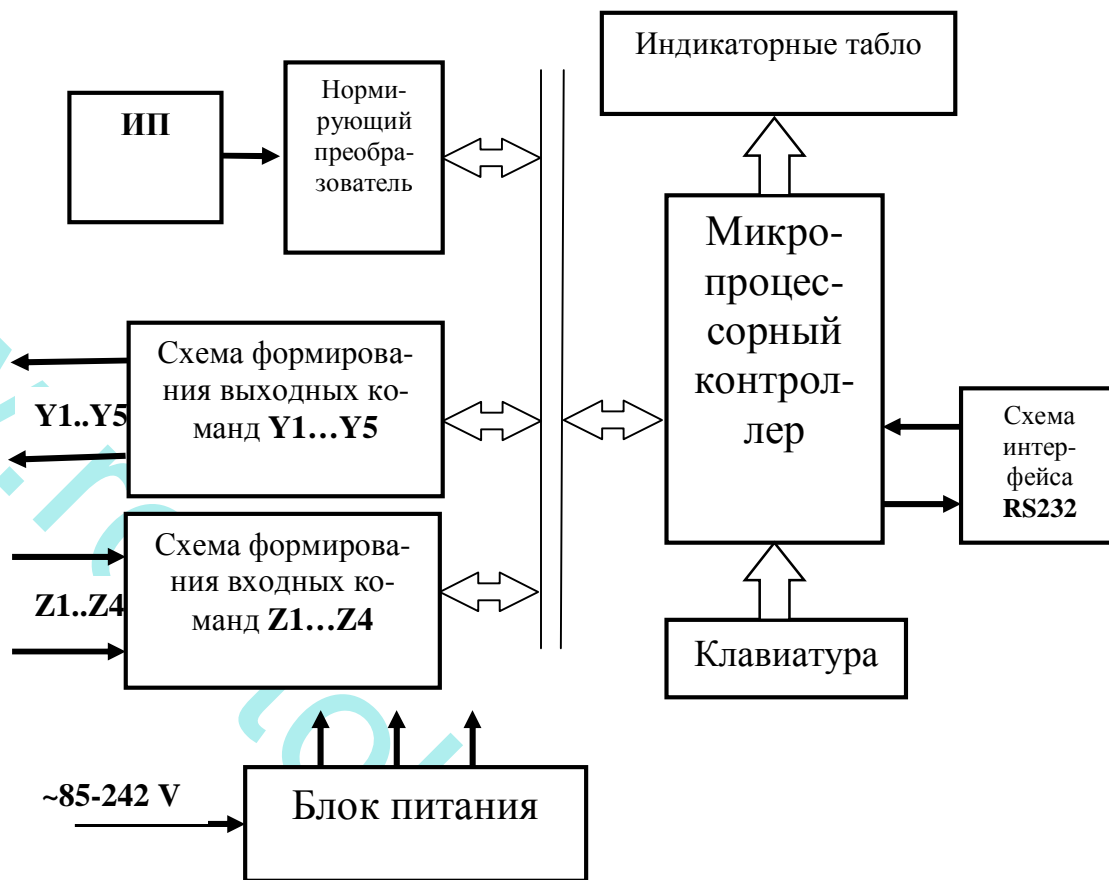

Рис.3.2
3.5. Аппаратно-функциональная архитектура УЦИ представлена на рис.3.2.